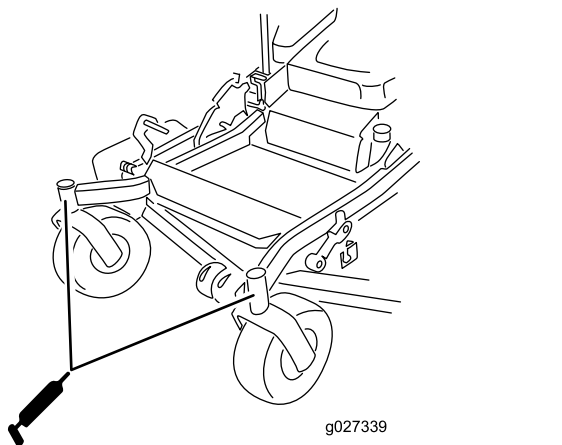

Figura 42
10. Instale el tapón hexagonal y la tapa (Figura 42).
11. Engrase los cojinetes de las ruedas giratorias (Figura 42).